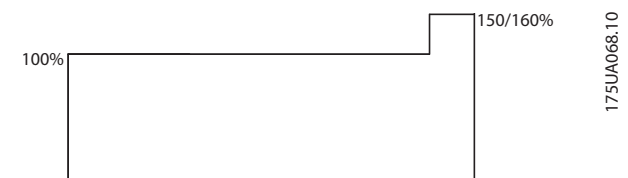

Abbildung 6.3 Vertikale Lasten
- Bremswiderstände für vertikale Lasten (Krane, Hubvorrichtungen, Aufzüge), siehe *Abbildung 6.3*